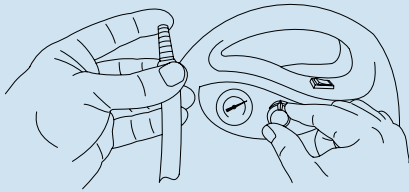
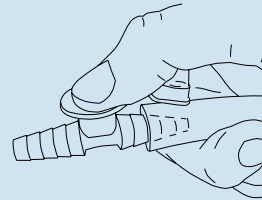

Abb. 23
Abb. 24
2. Halten Sie die Öffnung des Absaugschlauchs (Abb. 23) und des Fingertips (Abb. 24) zu.